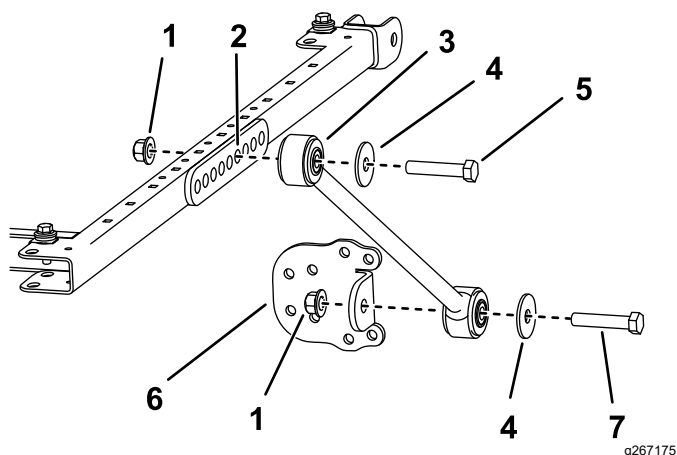

図 27
11. サンシェードのフレームの左右それぞれの側で、ブラケット取り付け部の 6 番目の穴にブレースを仮止めするボルト 1/2 x 2 3/4"、ワッシャ 1/2"、フランジナット 1/2" を使用して図 27 のように取り付ける。
12. 各ブレースに、ブレースブラケットを仮止めするボルト 1/2 x 2 1/2"、ワッシャ 1/2"、フランジナット 1/2"を使用し、図 27 のように取り付ける。